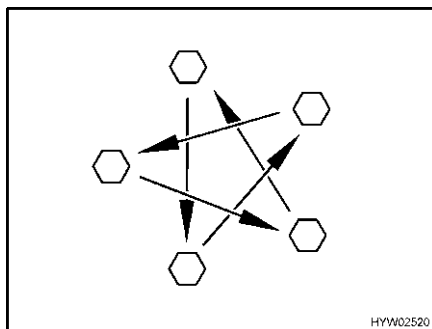

Fig. 215 Serrare a croce i dadi o i bulloni delle ruote
- Controllare regolarmente il serraggio dei dadi o dei bulloni. Regolare a croce (Fig. 215) il serraggio dei dadi o dei bulloni di una ruota sostituita dopo circa 50 km.
- ▷ Serrare a croce i dadi o i bulloni delle ruote (Fig. 215).